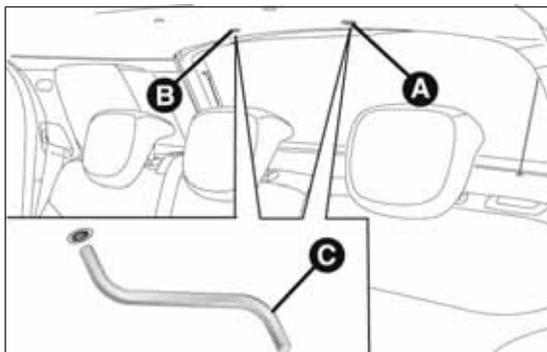

fig. 73
- Movimiento de la cortina:** retirar el tapón de protección A fig. 73 situado en el revestimiento interior;